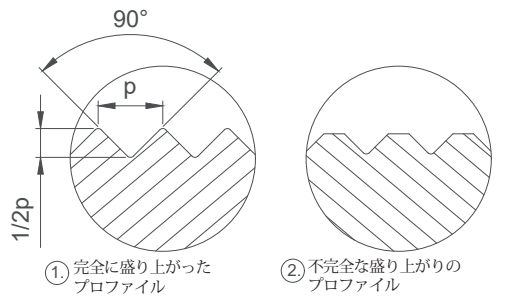

図6: ローレットパターンの差異
ローレットの歯先の間隔が閉じていくとプロファイルが完全に形成されます。(図6, pos.1) ローレットプロファイルが完全でない場合(図6, pos.2)、第4章に従って距離Aを調整し、再びワークを加工して下さい。再度加工を行うとホイールとワークが接触しますが、ローレットホイールが既存のプロファイルに引っ掛かって連れまわりするので再加工が可能となっています。